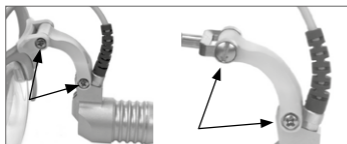

Fig. 13 Stramme skruene
- For at LED MicroLight skal holde seg på plass i alle gradvise og fritt valgbare stillinger, kan det være nødvendig å stramme skruene på nytt med en skrutrekker (se fig. 13).